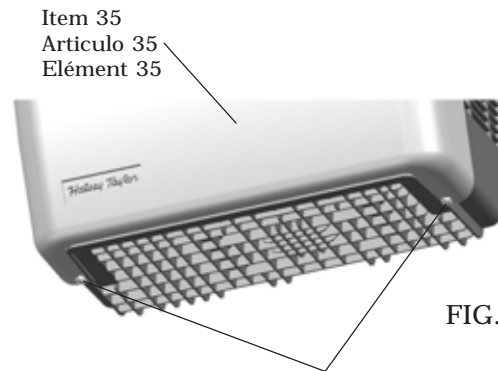

FIG. 4
- 4) Remove the two (2) screws holding the bottom cover at the bottom of cooler. (Shown in FIG. 4) Remove the bottom cover by pulling straight down and set aside.
- 4) Desmonte los dos (2) tornillos que sujetan la tapa a la parte inferior del enfriador (que se muestran en la Fig. 4) Retire la tapa inferior tirando en forma recta hacia abajo y déjela a un lado.
- 4) Retirez les deux vis maintenant le capot inférieur et situez sous le refroidisseur. (Indiqué sur la Figure 4). Retirez le capot inférieur en tirant vers le bas et mettez le de côté.
To access the refrigeration system and plumbing connections, remove two screws (Item 49) to remove bottom cover (Item 35). See Fig. 4.
Para acceder al sistema de refrigeración y las conexiones de empalmes, desmonte los dos tornillos (Artículo 49) para retirar la tapa inferior (Artículo 35). Vea la Fig. 4.
Pour accéder au système de réfrigération et à la plomberie, retirez les deux vis (Élément 49) afin d'enlever le capot inférieur (Élément 35). Voir figure 4.